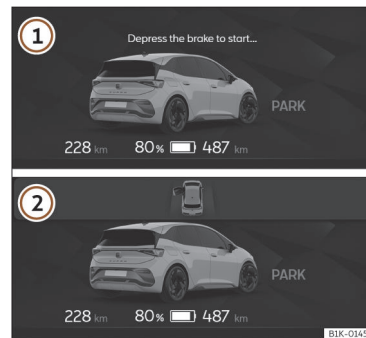

Fig. 9 Ecrã do Digital Cockpit
2. Com o sistema de propulsão inativo, o Digital Cockpit mostra a imagem do CUPRA Born >>> **Fig. 9**